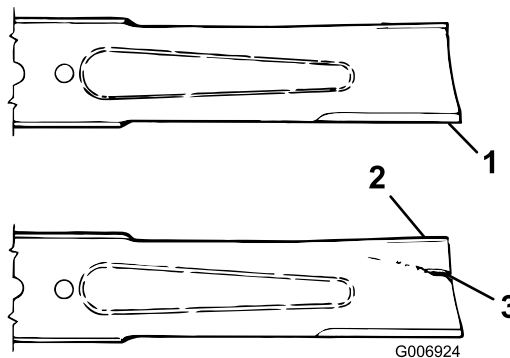

Figura 29
2. Controllate i taglienti (Figura 29). Se i taglienti non sono affilati o presentano intaccature, togliete le lame ed affilatele; vedere Affilatura delle lame.
3. Controllate le lame, in particolare l'area curva (Figura 29). In caso di danni, usura o scanalature nell'area (Figura 29), montate immediatamente una nuova lama.